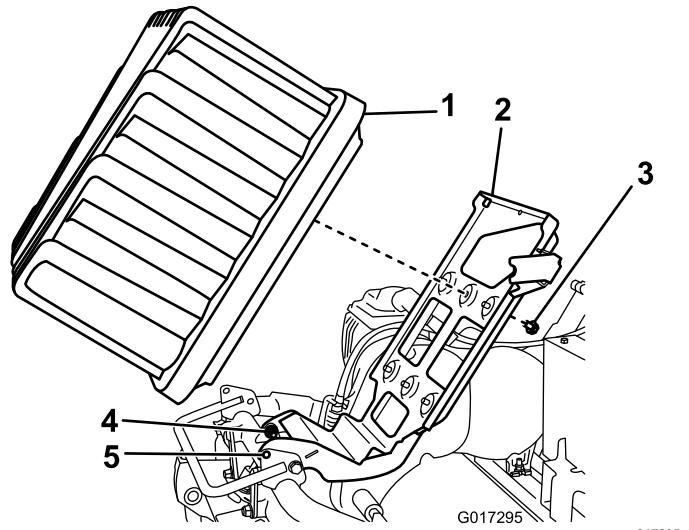

Figura 12
5. Afloje los 2 pernos de pivotearturas media vuelta cada uno (Figura 12).
6. Eleve la plataforma de la batería, hasta que se alineen los taladros de bloqueo en la base y el bastidor (Figura 12).